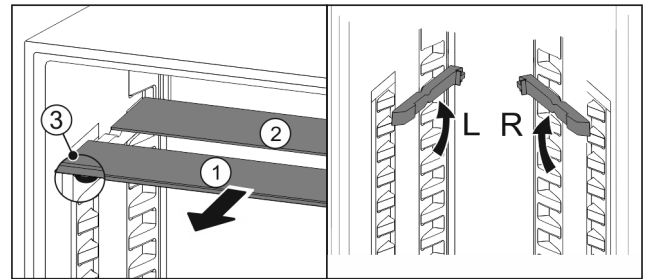

Fig. 173
- estrarre i ripiani di vetro singolarmente tirando in avanti Fig. 173 (1).
- Il piano in vetro Fig. 173 (1) con il motivo ornamentale è nella parte anteriore.
- I fermi Fig. 173 (3) sono rivolti verso il basso.